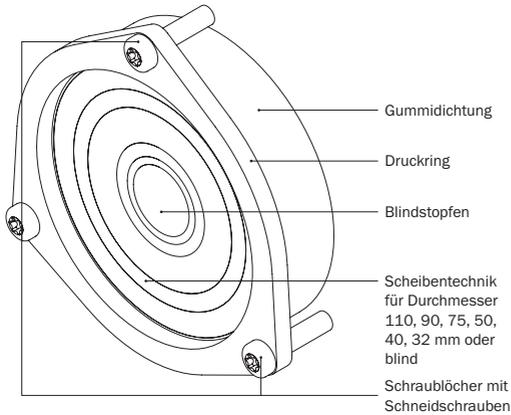

Abbildung 13.2: **KRASO® BKP - Wand - NFE - Dichteinsatz**
- Entfernen Sie den Blindstopfen des **KRASO® BKP - Wand - NFE - Dichteinsatzes** und passen Sie die Gummidichtung anhand der vorgegebenen, stufenlosen Scheibentechnik (110, 90, 75, 50, 40, 32 mm oder blind) entsprechend dem Rohrleitungsdurchmesser an (s. Abbildung 13.2).